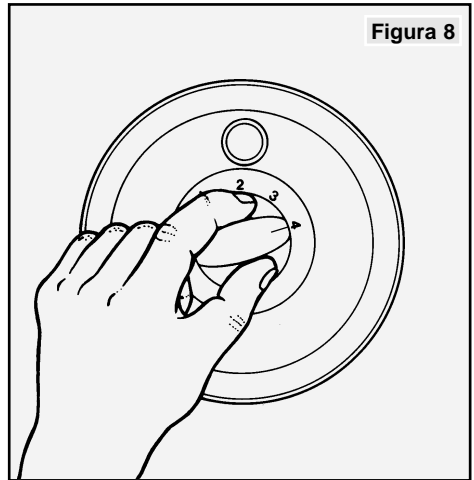

Figura 8
- 1 - Acione o botão de regulagem para qualquer posição **1 (Morno)**; **2 (Quente)**; **3 (Mais Quente)** ou **4 (Super Quente)** (Figura 8).
- 5 - Caso a temperatura da água não esteja ao seu gosto, feche o registro e acione o botão de regulagem (Figura 8) de forma a obter uma potência menor ou maior.
- 3 - Regule a temperatura da água de acordo com seu gosto, acionando o botão de regulagem (Figura 8) para mais frio ou mais quente e/ou, aumentando ou diminuindo a vazão de água através do registro.
1 - Acione o botão de regulagem para uma posição de menor potência, **1 (Morno)** ou **2 (Quente)**, (Figura 8) e que mantenha a temperatura da água ideal para seu banho.
- Caso a água esteja muito quente, feche o registro e acione o botão de regulagem (Figura 8) para a posição de menor potência **1 (Morno)** e repita os procedimentos 2 e 3 novamente.
3 - Acione o botão de regulagem para uma posição de menor potência (Figura 8) que mantenha a temperatura da água ideal para o seu uso.